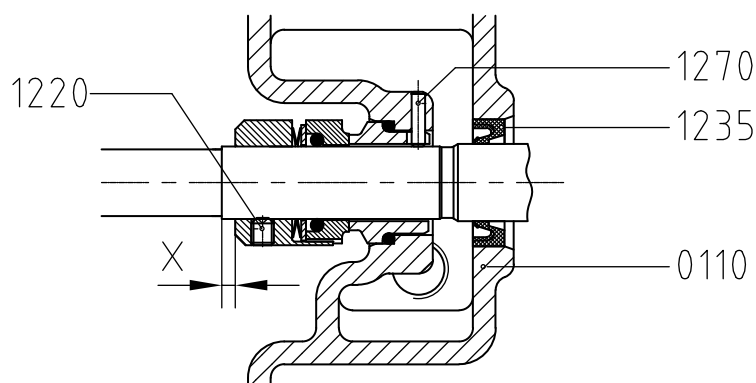

Figure 15: Réglage de la garniture mécanique M7N.
- 6 Réglez la pièce rotative de la garniture mécanique à la distance X (voir figure 15 et tableau correspondant) et bloquez-la en fixant la vis de blocage (1220).